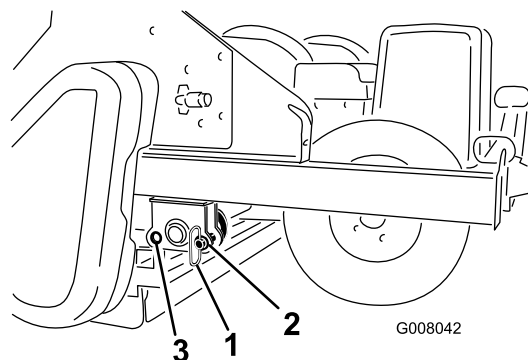

図 23
1. 機体前部分から保管用ピンを外す 図 23。
3. 機体の前穴に格納保管用ピンを取り付ける 図 23。